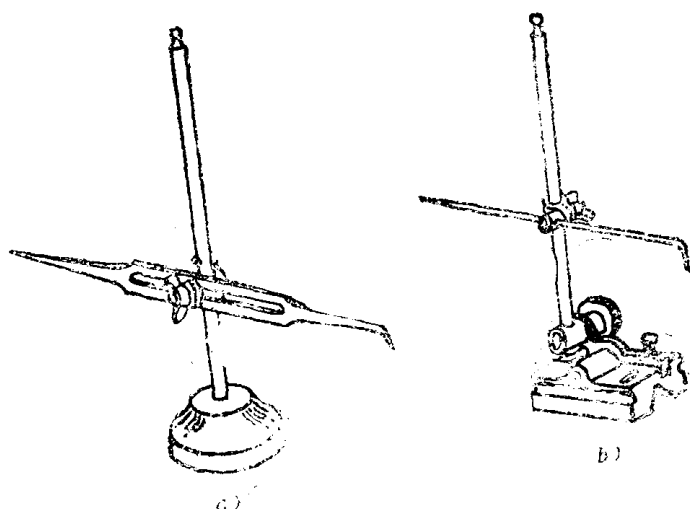

图 2-3 划针盘
(4) 划针盘 划针盘(见图2-3)用来在划线平台上对工件进行划线,或找正工件的加工位置。